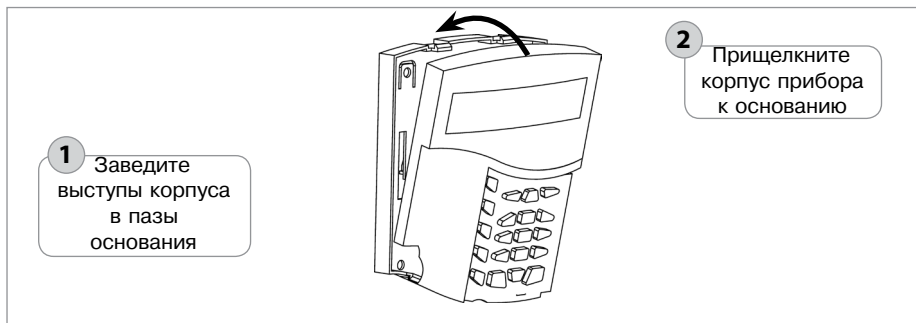

Рисунок 7. Установка корпуса прибора «С2000М»
8. Установите корпус прибора на основание в последовательности, указанной на рис. 7 – 9.